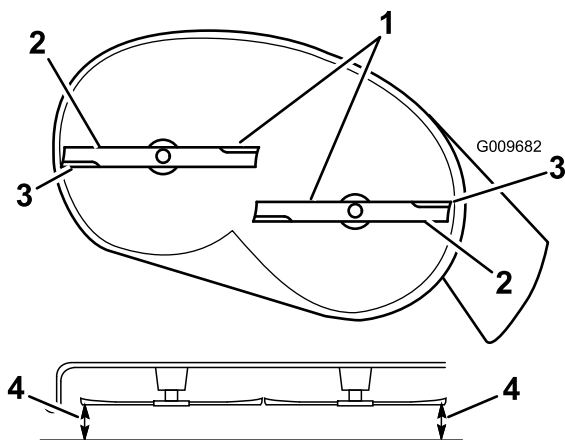
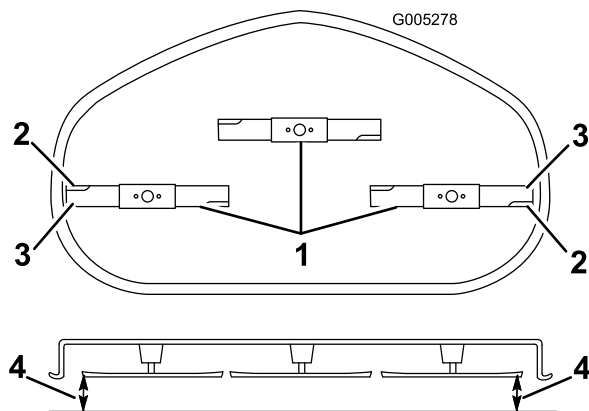

Figura 59
Figura 60
4. Gire cuidadosamente las cuchillas hasta que estén todas orientadas lateralmente (Figura 59 y Figura 60).
- Mida entre los bordes de corte exteriores y la superficie plana (Figura 59 y Figura 60). Si hay una diferencia de más de 5 mm entre ambas dimensiones, se requiere un ajuste; siga con este procedimiento.